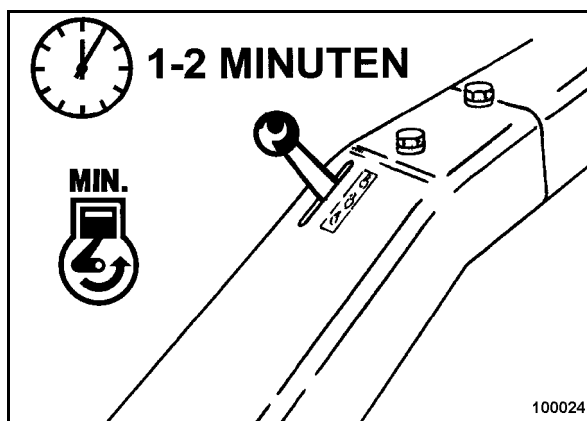

Fig. 47
- Poner la palanca reguladora de la velocidad del motor (Fig. 47) a posición "MIN" (marcha en vacío), y dejar el motor algún tiempo en marcha en vacío para compensación de temperatura.